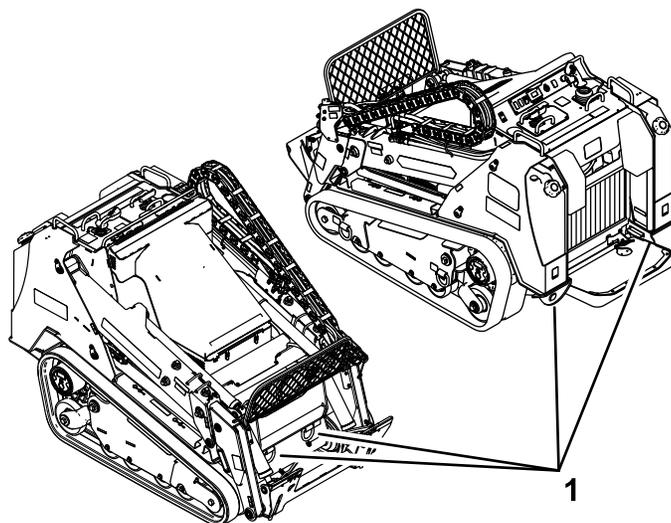

Рисунок 37
6. Буксируйте машину при необходимости, используя точки крепления (см. Рисунок 37).
8. Используя металлические скобы для фиксации на машине, надежно прикрепите машину к прицепу или грузовику с помощью стропов, цепей, троса или веревок (Рисунок 37). Изучите местные нормативные документы по требованиям к креплению оборудования.